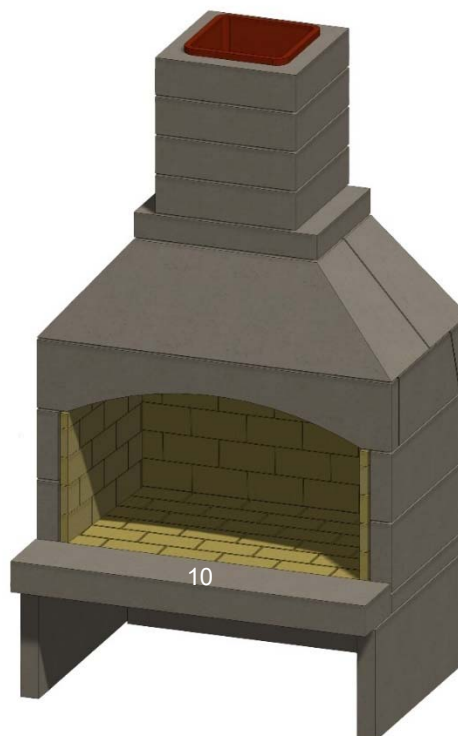

Figura 25. Hogar
Q. Instale la pieza del hogar (10) si utiliza este componente, y cualquier extensión del hogar. Véase la figura 25.